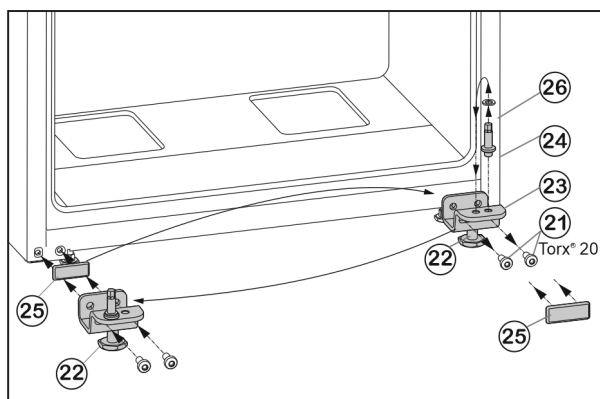

Fig. 7
- ▶ Odvijte pritrdilna vijaka *Fig. 7 (21)*.
- ▶ Odstranite ležajni podstavek spodaj *Fig. 7 (23)* skupaj z osovino ležaja *Fig. 7 (24)*, podložko *Fig. 7 (26)* in nastavljivo nogo *Fig. 7 (22)*.
- ▶ Odvijte osovino ležaja *Fig. 7 (24)* skupaj s podložko *Fig. 7 (26)* in jo prestavite v nasprotno odprtino ležajnega podstavka ter močno privijte.
- ▶ Previdno snemite pokrovček *Fig. 7 (25)* in ga prestavite na nasprotno stran.
- ▶ Ležajni podstavek spodaj *Fig. 7 (23)* skupaj z osovino ležaja *Fig. 7 (24)*, podložko *Fig. 7 (26)* in nastavljivo nogo *Fig. 7 (22)* ponovno **trdno (s 4 Nm)** privijte na novo stran tečajev vrat, po potrebi uporabite akumulatorski izvijač.
- ▶ Spodnja vrata od zgoraj nasadite na osovino ležaja *Fig. 7 (24)*.
- ▶ Nastavljivo nogo *Fig. 7 (22)* na ležajnem podstavku spodaj *Fig. 7 (23)* odvijte, dokler ne stoji trdno na tleh.